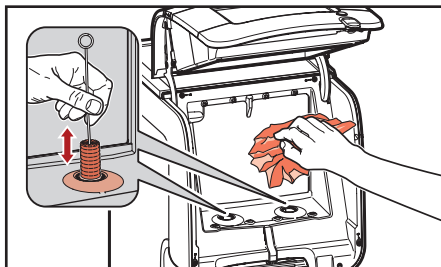

Bild 5.9 - Rengör kylutrymmet
4. Rengör doseringsöppningen med en pensel och inredningen i kylutrymmet med en ren, fuktig trasa (bild 5.9). Torka med en ren papperstrasa.